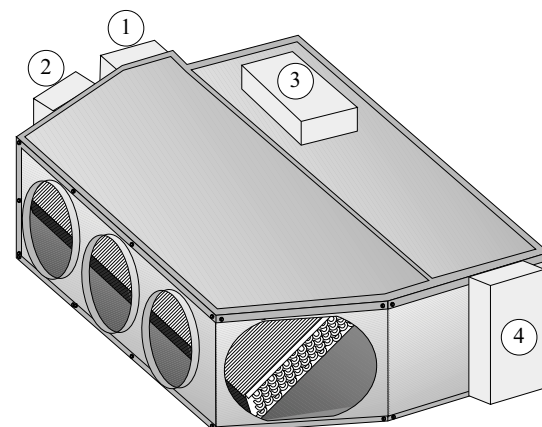

Fig. 12
## Conexiones eléctricas de la unidad interior (Ver Figs. 12, 13)
Es posible colocar la caja eléctrica en varias posiciones en la unidad interior; ver posiciones ②, ③ y ④, o a una distancia hasta de 1.5 m de la unidad. Coloque la caja con el fin de proveer un acceso conveniente al personal de servicio. La caja y las conexiones deben estar protegidas contra agua, incluyendo humedad. La caja eléctrica es suministrada conectada a la unidad interior (ver ① en Fig. 12), y si esta posición no interfiere con la instalación es posible dejarla en ese lugar.